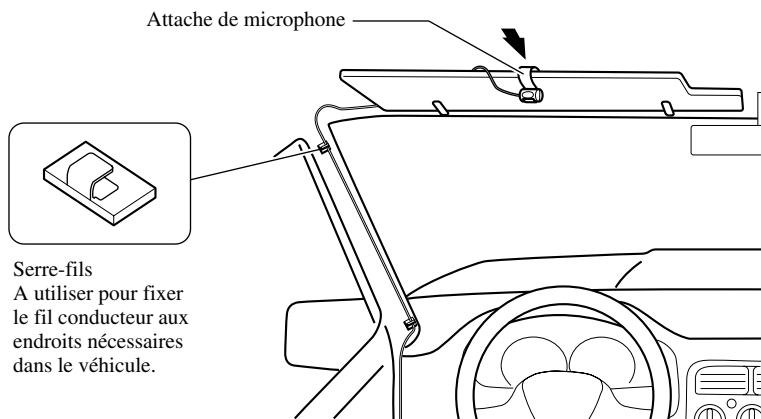

Fig. 17
2. Fixez l'attache du microphone sur le pare-soleil. (Fig. 17)